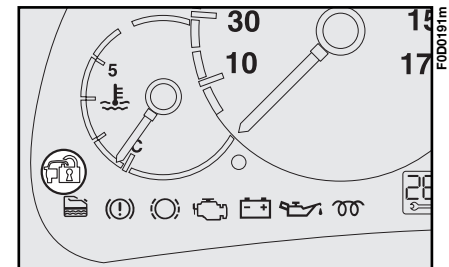

Abb. 5
1) blinkt die Kontrollleuchte  **Abb. 5** auf dem Instrumentenbrett kurz, wenn der Code erkannt wird. Das Schutzsystem hat den Code des Schlüssels erkannt und deaktiviert die Motorsperre. Wird der Schlüssel auf **AVV** gedreht, startet der Motor.